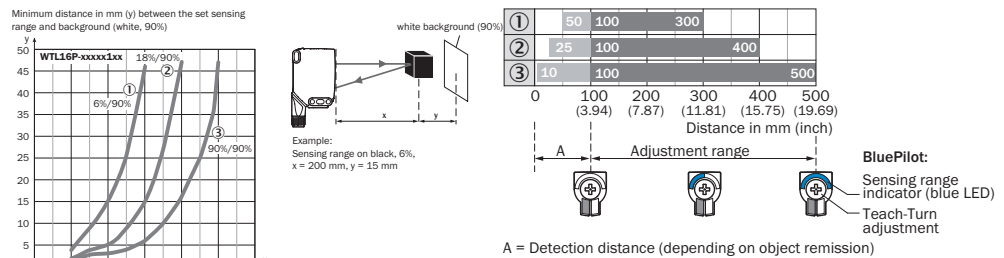

図 104: 特性曲線 1, WTL16 Bluetooth®-xxxxx1xx, 赤色光
使用条件を確認してください: 検出距離および対象物または背景との間隔、ならびに対象物の反射率に対応する図 [参照 図 104 図 104] と照合します (x = 検出距離、y = 設定した検出距離と背景との最小距離 (白 90%))。反射率: 6% = 黒色 ①、18% = 灰色 ②、90% = 白色 ③ (DIN 5033 に準拠した白)。反射率の低い対象物を使用して調整することをお勧めします。
背景抑制のための最低必要距離 (= y) (図 104 ①) から以下のように算出することができます: